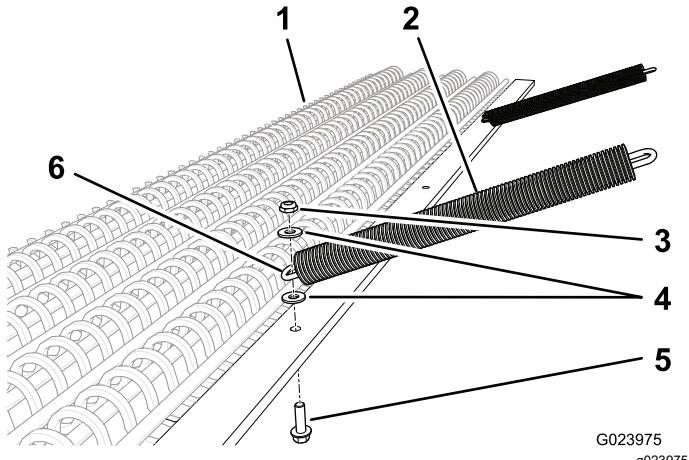

Figure 2
- Glissez la gaine sur chaque chaîne (Figure 2).
- Fixez la chaîne au tapis traînant au moyen d'un boulon (3/8 x 1-1/4), de 2 rondelles et d'un contre-écrou, comme montré à la Figure 2.